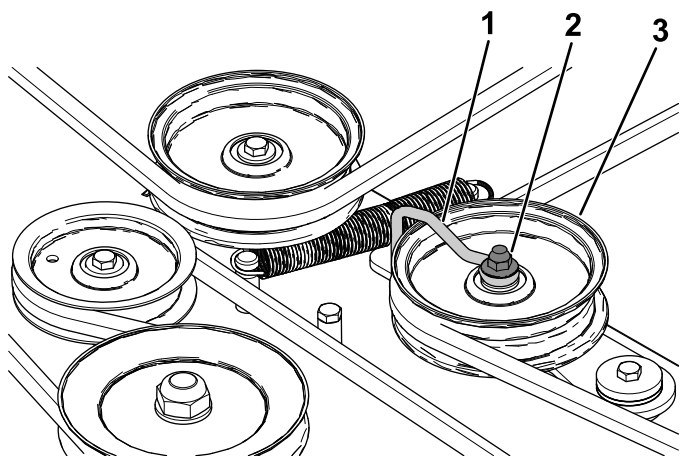

Bild 61
6. Lösen Sie die Mutter, mit der der Drahtbügel an der Spannscheibe befestigt ist (Bild 61).
10. Ziehen Sie die Mutter fest, mit der der Drahtbügel an der Spannscheibe befestigt ist (Bild 61).
Hinweis: Positionieren Sie den Drahtbügel gegen den Spannarm, wie in Bild 61 dargestellt.